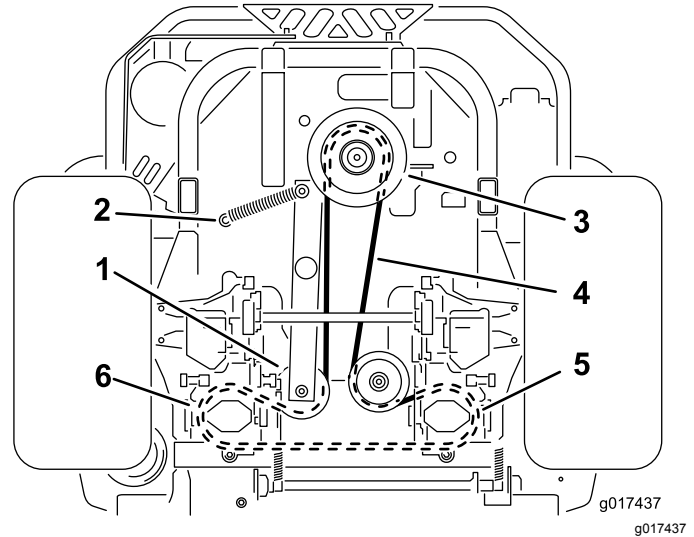

Bild 64
4. Heben Sie die Maschine an und stützen Sie sie mit Stützböcken ab (Bild 64).
6. Entfernen Sie die Spannscheibenfeder von der Strebe (Bild 64).